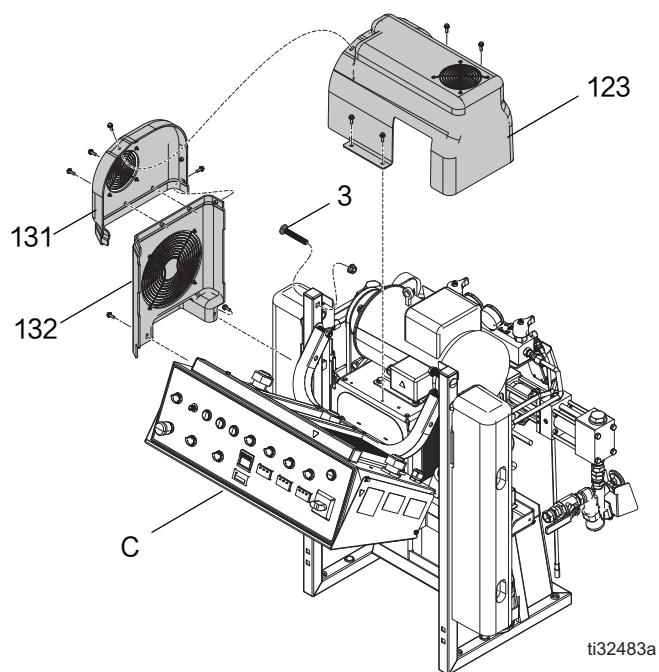
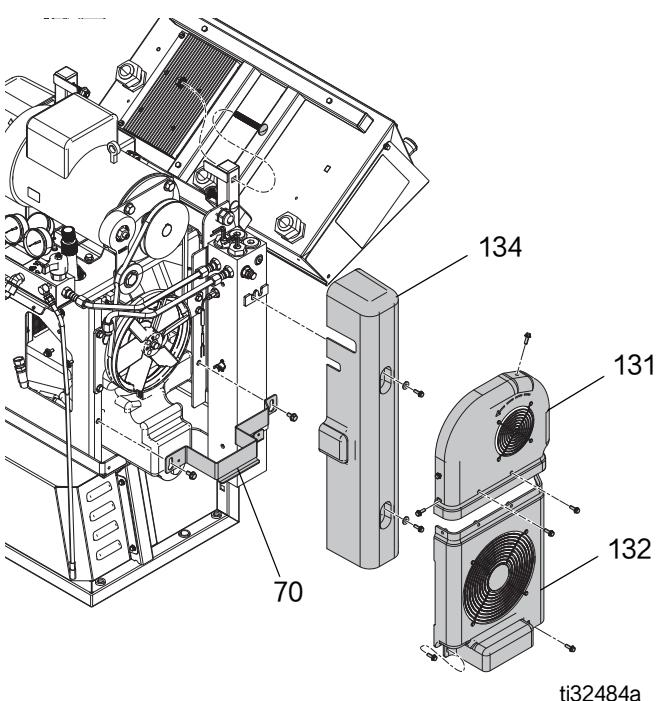

图 63
图 64
6. 拆下电机和皮带盖（123、131）。升高盖子（123），松开银色支架（70）扣件。将银色支架（70）抬离扣件，放在边上。拆下皮带盖（131、132）。卸下加热器盖板（123）。请参见图 63 和图 64 所示。